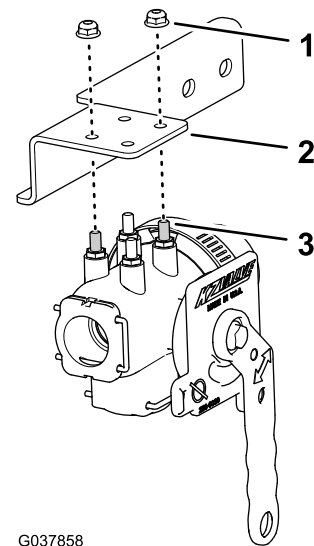

Рисунок 61
1. Совместите шпильки отсечного клапана эдуктора с отверстиями в кронштейне отсечного клапана (Рисунок 61).
2. Установите клапан на кронштейн (Рисунок 61) с помощью двух фланцевых контргаек (1/4 дюйма) и затяните контргайки с моментом от 52 до 67 Н·м.